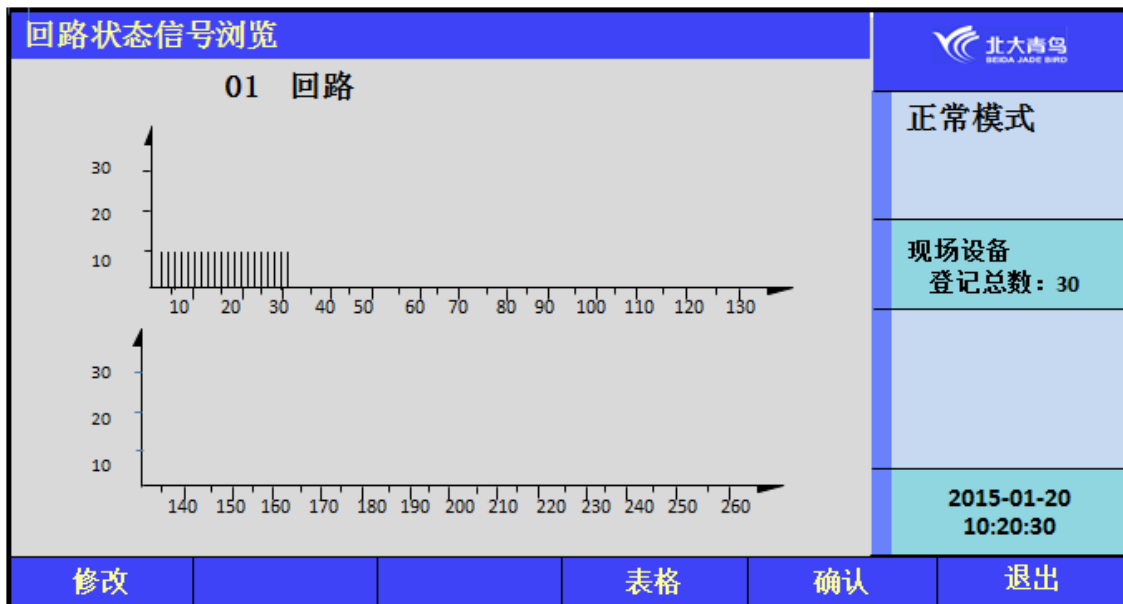

图7.2.1
- 选择1：回路部件状态浏览，见图7.2.1；
进入测试菜单后，键入数字键【1】可查看“回路部件状态浏览”，如图7.2.1，可以浏览252个现场部件的状态信号电流值，并可通过选择转换为表格显示方式。横向代表不同地址的现场部件，纵向代表电流值。电流值6~10mA为工作正常，若无电流值则监控设备未检测到此现场部件。